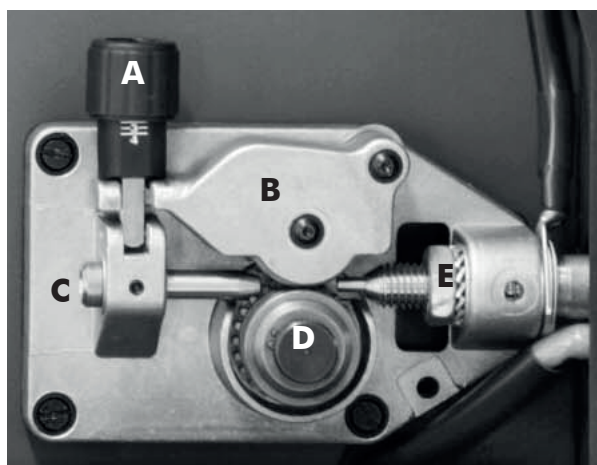

Figure 5
- Enlever l'enveloppe en plastique de la bobine (4) et la placer dans le support. Remettre à son place l'écrou de fermeture en plastique (1) qui constitue le système de freinage de la vitesse de la bobine. NOTE: ne pas serrer excessivement l'écrou, car une pression exagérée augmente l'effort du moteur du dévidoir, tandis qu'une pression trop faible empêche l'arrêt immédiat de la bobine à la fin du soudage.
- Desserrer et abaisser le bouton en plastique (A) et relâcher le levier presse-fil (B)(Fig.5). Extraire les résidus de fil éventuels de la gaine guide-fil.
- Relâcher le fil de la bobine et le tenir serré avec une paire de pinces de façon à ce qu'il ne puisse pas se dérouler. Si nécessaire, le redresser avant de l'introduire dans le guide d'entrée (C) du fil. Y introduire le fil en le faisant passer au-dessus du galet inférieur (D) et dans la gaine guide-fil.